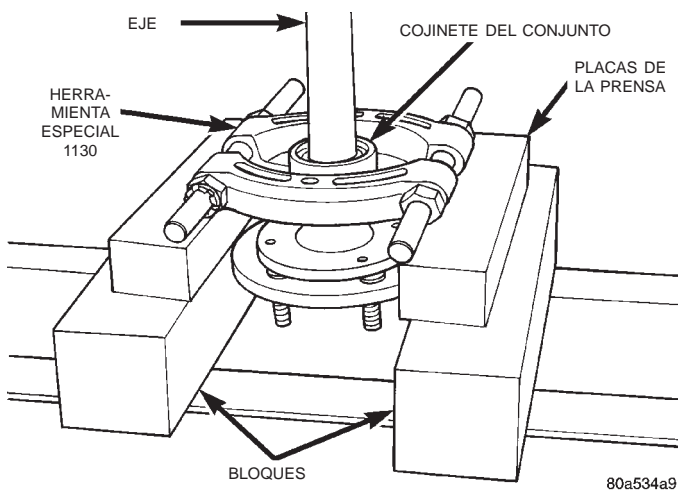

Fig. 27 Desmontaje del cojinete y junta del eje
(5) Con el hendedor 1130 colocado entre la junta y el cojinete y una prensa de ejes adecuada, presione el cojinete del conjunto perteneciente al semieje (Fig. 27).
(6) Deslice la junta y extráigala del eje.